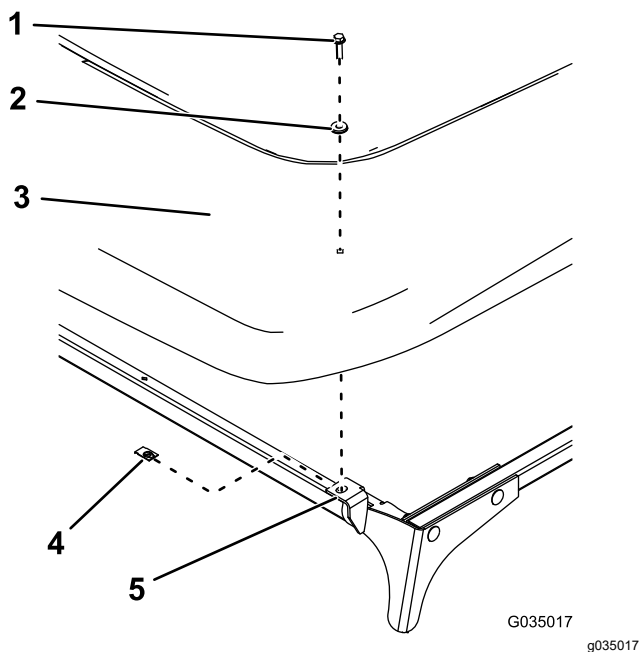

Figura 64
1. Installate il parasole sulle piastre anteriori utilizzando 2 graffette, 2 rondelle di tenuta e 2 bulloni esagonali flangiati ($\frac{1}{4}$ " x 1"), come mostrato nella Figura 64.